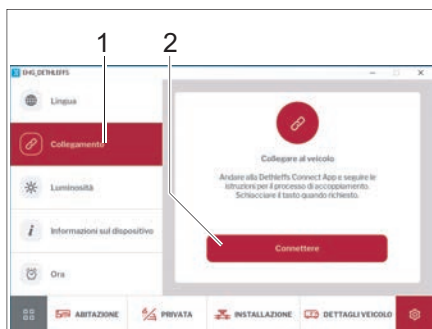

Fig. 273 Collegamento mediante display EHG
- Digitare il pulsante *Collegamento* (Fig. 273,1). Viene visualizzata un'istruzione operativa che consente di collegare il dispositivo mobile al veicolo.
- Digitare il pulsante *Collegare* (Fig. 273,1). Ora il veicolo e il dispositivo mobile sono accoppiati.